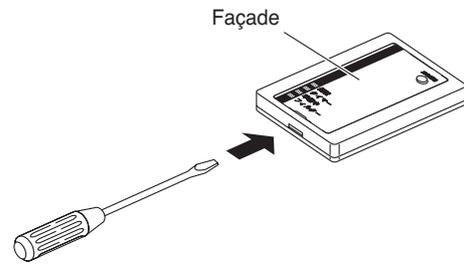

Fig. 11-23
1. Insérez un tournevis à tête plate ou un autre outil similaire dans la rainure située sur le dessous du récepteur. Exercez un effet de levier avec le tournevis pour ouvrir et retirer le boîtier. (Fig. 11-23).